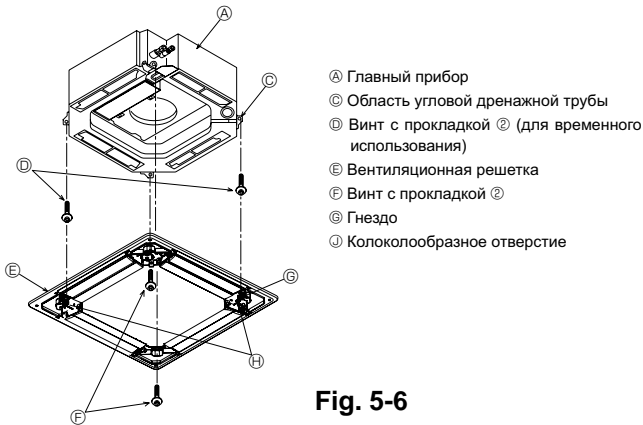
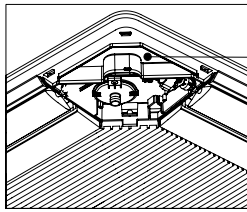

Fig. 5-6
Fig. 5-7
5.4.2. Временная установка вентиляционной решетки (Fig. 5-6)
- Временно закрепите решетку, используя колоколообразные отверстия, для чего установите гнездо ③ решетки в область угловой дренажной трубы главного прибора.
5.4.3. Крепление вентиляционной решетки (Fig. 5-7)